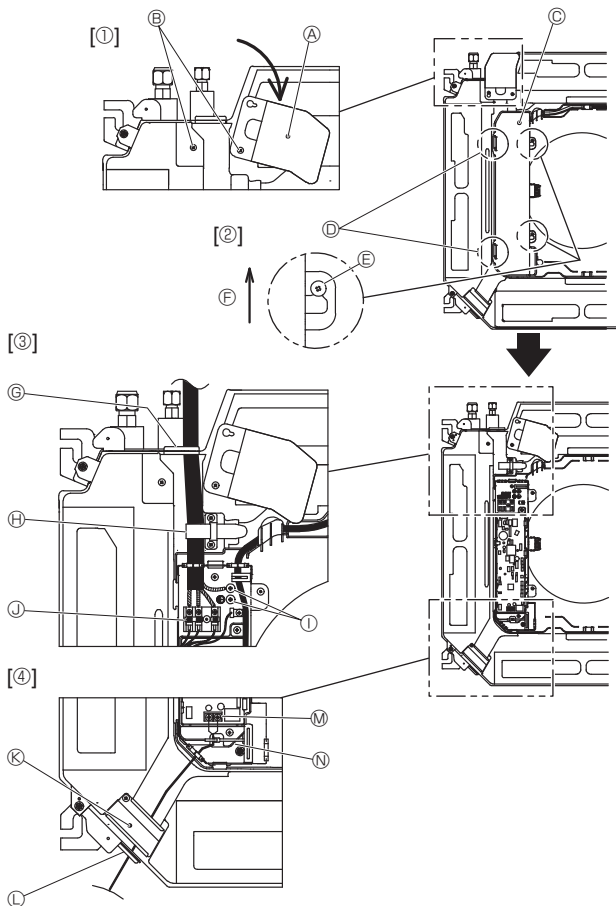
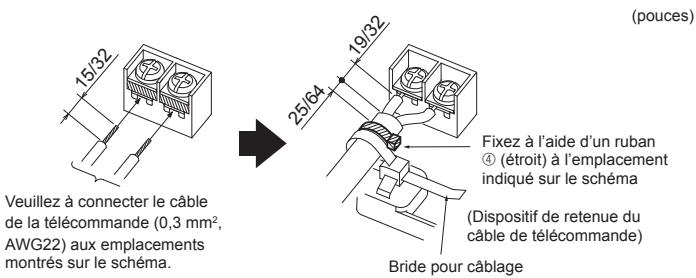

Fig. 6-1
Fig. 6-3
6.1. Appareil intérieur (Fig. 6-1)
1. Desserrez les deux vis de fixation du panneau de service du câblage électrique et faites tourner le panneau. [Fig. 6-1 ①]
2. Desserrez les deux vis de fixation du couvercle du boîtier électrique et faites glisser le couvercle. [Fig. 6-1 ②]
3. Faites passer le câble d'alimentation, le câble de raccordement des appareils intérieur/extérieur et le câble de mise à la terre par les entrées de fils indiquées sur le diagramme. [Fig. 6-1 ③]
4. Faites passer le câble de télécommande via les entrées de fils indiquées sur le diagramme et raccordez-le. [Fig. 6-1 ④, Fig. 6-3]